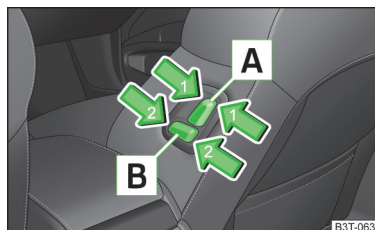

Fig. 73
► Apăsați comutatorul **A** în direcția uneia dintre săgețile 1 » fig. 73.
► Apăsați comutatorul **B** în direcția uneia dintre săgețile 2 » fig. 73.